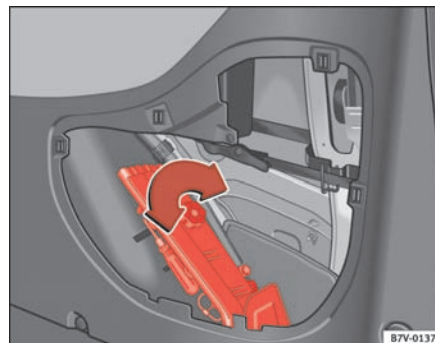

Fig. 152 Placering af bilens værktøj
Bilens værktøj er placeret i bagagerummet bag sideafdækningen i højre side og er fastgjort med en fingerskrue ⇒ fig. 152 ①. Værktøjet består af følgende dele:
- ① Værktøjsboks⁴⁴⁾.
- ② Skruetrækker med indvendig sekskant i skaftet, så den kan anvendes til at skrue de løsede hjulbolte ud og i med. Skruetrækkerklingen kan vendes om. Skruetrækkeren sidder i hjulnøglen.
- ③ Slæbøjle, der kan skrues på.
- ④ Gaffelnøgle 10 x 13 mm.
- ⑤ Afmonteringsbøjle⁴⁴⁾ til afmontering af centerkapslerne eller hjulboltens dækkapper.